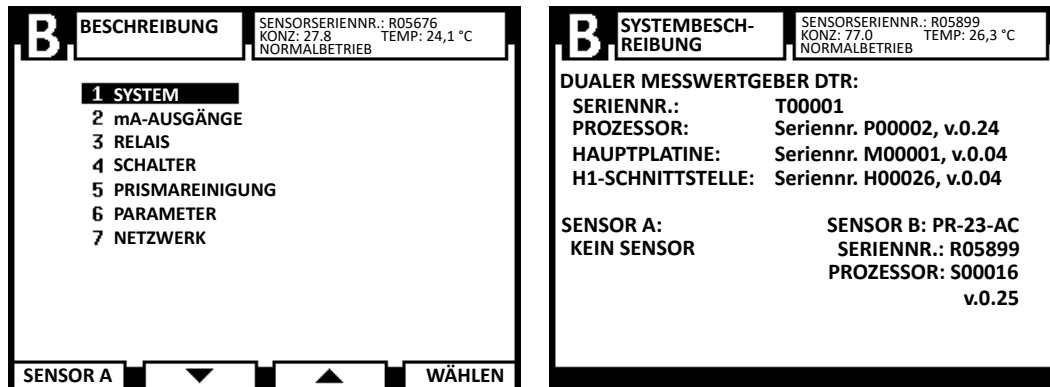

Abbildung 24 Systembeschreibung
1. **SYSTEM:** Siehe Abbildung 24 \(Seite 58\), rechte Seite.